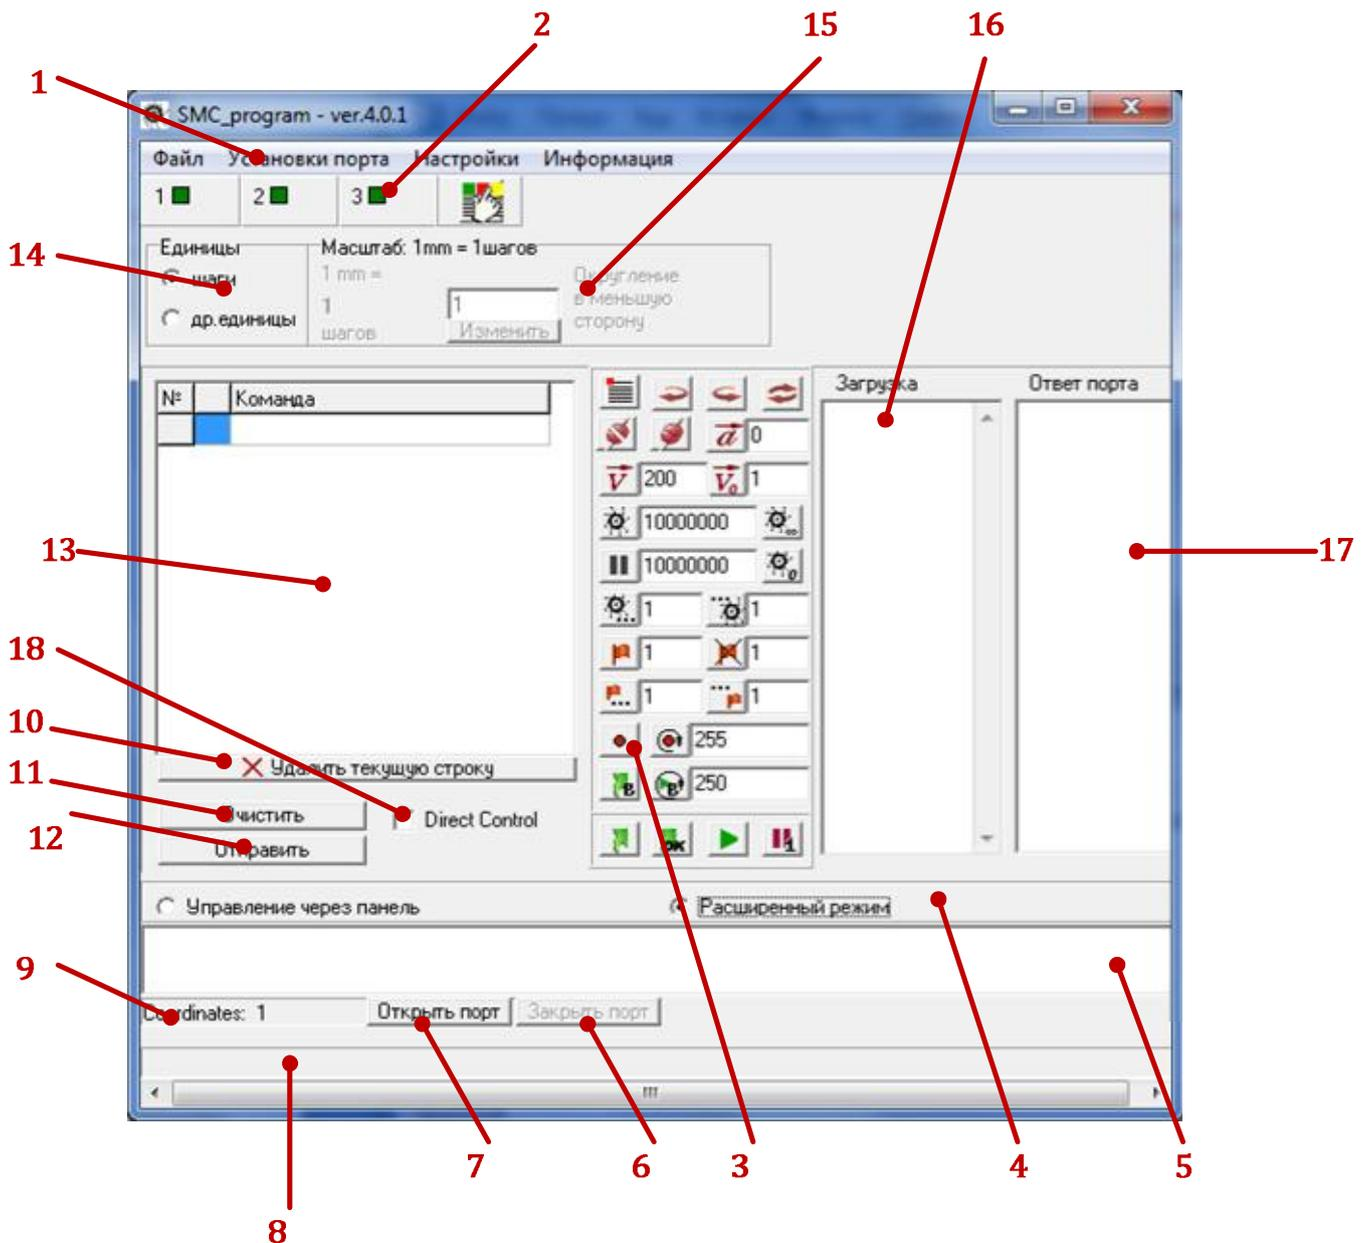
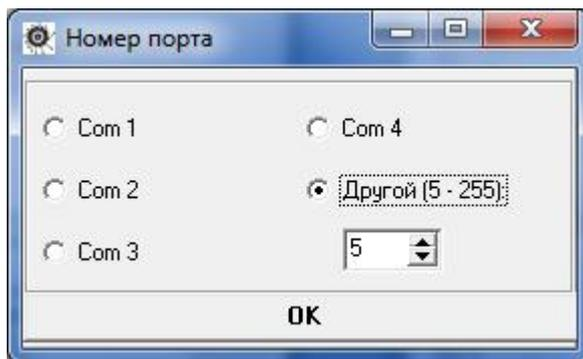
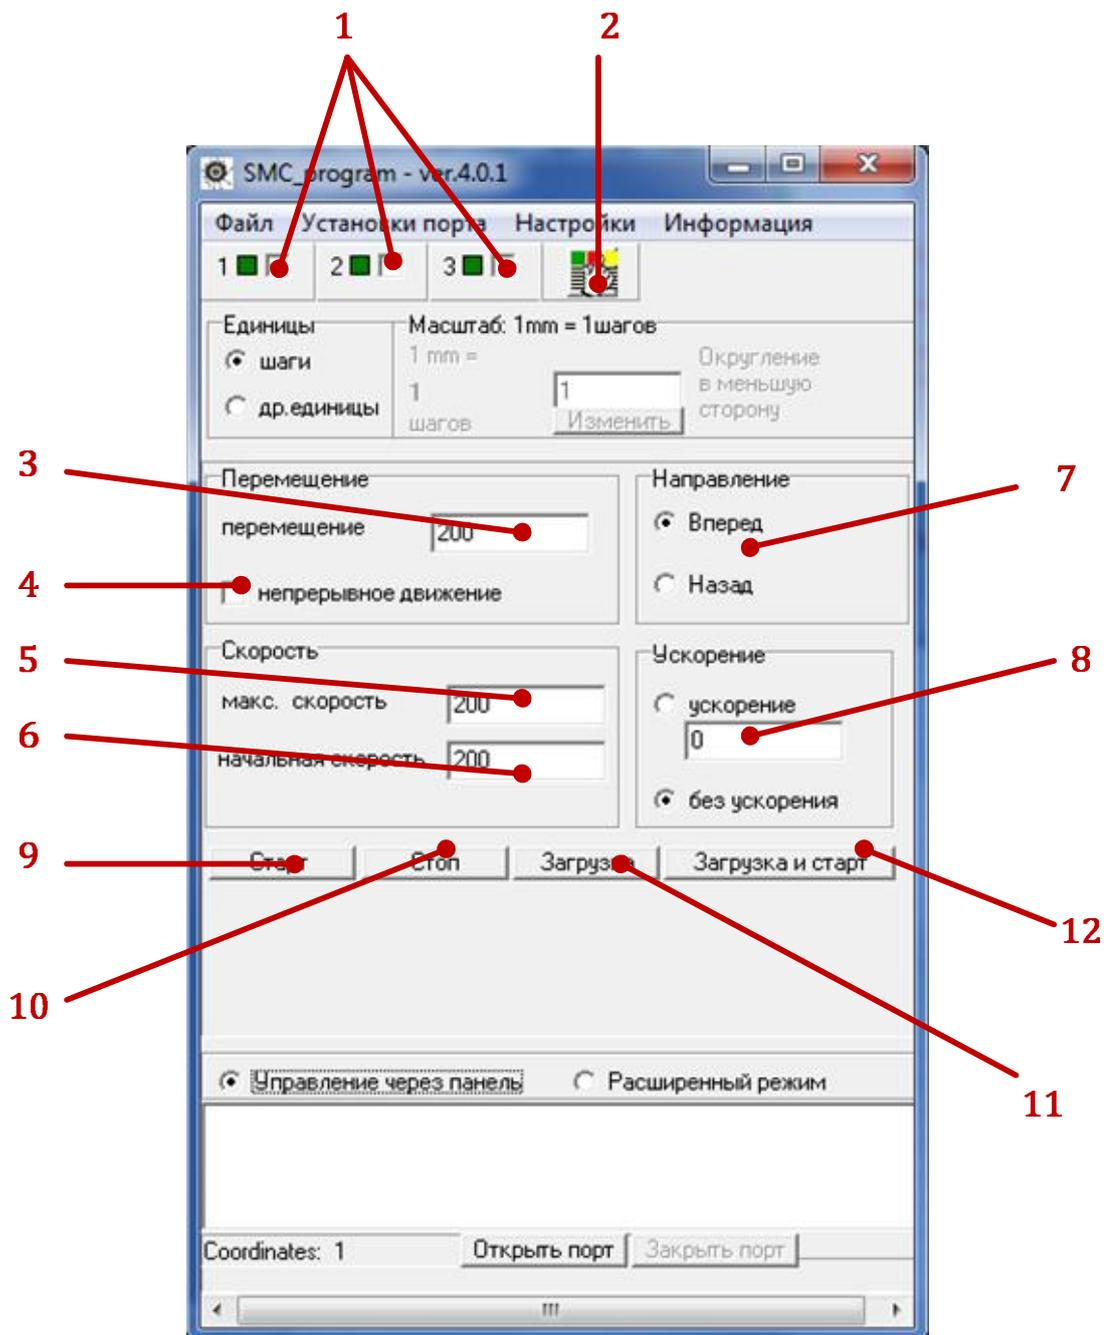

Рис. 1. Окно программы *SMC\_Program v.4.0.1*
Рис. 2. Окно выбора номера порта.
Рис. 4. Окно программы SMC\_Program v.4.0.1 в режиме управления через панель.
Окно программы *SMC\_Program v.4.0.1* показано на рис.1.
Переключатель (4) осуществляет переключение между режимом управления через панель (упрощенный режим управления) и расширенным режимом (программа на рис.1 находится в расширенном режиме).
Необходимо выставить номер СОМ-порта, к которому подключен контроллер. Для этого выберите в меню (п.1 на рис.1) пункт «Установки порта» >>> «Выбрать порт». В появившемся окошке необходимо выбрать нужный порт. (Рис.2).
Панель индикаторов режимов (2 – на рис.1) отображает, в каком из режимов находятся каналы контроллера. При работе блоков серии *SMSD* используется только 1 канал. Каждый из каналов может находиться в одном из следующих режимов:
- **Дежурный режим.** Цветовой индикатор на панели индикаторов режимов (2 – на рис. 1) зеленого цвета. Канал контроллера или блока серии *SMSD* находится в режиме ожидания.
- **Режим загрузки программы.** Цветовой индикатор на панели индикаторов режимов (2 – на рис.1) желтого цвета. Блок серии *SMSD* находится в режиме загрузки исполнительной программы.
- **Режим выполнения программы.** Цветовой индикатор на панели индикаторов режимов (2 – на рис.1) красного цвета. Канал контроллера обрабатывает записанную в его память исполнительную программу.
- **Режим паузы/ Аварийный режим.** Цветовой индикатор на панели индикаторов режимов (2 – на рис.1) черного цвета. Выполнение исполнительной программы приостановлено – по команде от ПК, либо от датчика.
В режиме управления через панель (перейти в этот режим можно при помощи переключателя 4 – рис.1, подробнее в разделе 5) на панели индикаторов режимов необходимо выбирать каким каналам контроллера будут передаваться последующие команды. Для блока серии *SMSD* следует выбрать первый канал и отключить каналы 2 и 3. В режиме управления через панель это могут быть команды «Пуск», «Стоп», «Старт» и «Загрузка». Команды «Пуск», «Старт» и «Загрузка» выполняются из дежурного режима. Команда «Стоп» выполняется из режима работы канала. Все четыре команды выполняются только для тех каналов, которые отмечены флажками на панели индикаторов.
Режим управления через панель предназначен для упрощенного быстрого управления шаговыми двигателями, подключенными к контроллеру. Окно программы *SMC\_Program v.4.0.1* в режиме управления через панель показано на рис.4. Перейти в режим управления через панель можно при помощи переключателя 4 – рис.1.
В режиме управления через панель можно выбирать, какому (каким) из трех каналов будут предназначены команды. Для блоков серии *SMSD* необходимо выбирать только канал 1, каналы 2 и 3 должны быть выключены (сняты галочки). Для выбора каналов на панели индикаторов режимов необходимо отметить флажками номера необходимых каналов (п.1 на рис.2.). Номера отмеченных каналов (координат) дублируются в полосе состояния в нижней части окна программы (п.9 на рис.1).
Кнопка «Загрузка» (11) предназначена для загрузки данных из панели управления в каналы контроллера, отмеченные флажками на панели индикаторов режимов (1 на рис.4). По нажатию кнопки «Загрузка» формируется программа на основе данных панели и загружается в память контроллера. Программа перезаписывается в канал (каналы), предыдущая программа стирается из памяти. Запуск двигателя (двигателей) при этом не происходит.
Кнопка «Старт» (9) запускает на исполнение программу, которая записана в памяти канала (каналов), отмеченных флажками на панели индикаторов режимов (1 на рис.4). При этом данные панели управления (3 – 8) не используются.
Перейти в расширенный режим управления можно при помощи переключателя (4)(рис.1). Окно программы *SMC\_Program v.4.0.1* в ручном режиме управления показано на рис.1.
|    | LD*BG*EN* | Начать загрузку программы в каналПереводит канал в режим загрузки программы. Команда работает только из дежурного режима, после отправки этой команды канал переходит в режим загрузки, цветовой индикатор канала на панели индикаторов режимов (2 на рис.1) становится желтого цвета. Все команды, следующие за командой «Начать загрузку» воспринимаются как исполнительные и записываются в память соответствующего канала контроллера. Окончание записи исполняющей программы происходит при получении команды «Завершить загрузку» (ED*). Без получения команды «Завершить загрузку» запись программы отменяется. |  |
Для облегчения работы мы ввели возможность вводить коэффициент перевода количества шагов двигателя в линейное перемещение. На рис.1 п.15 – переключатель определяет, будут ли в командах «скорость», «начальная скорость», «ускорение», «перемещение на заданную величину» указываться в шагах (микрошагах) или в других единицах измерения. Если отмечен переключатель «Шаги» (рис.1 п.15), то все команды передаются без изменений, двигатель обрабатывает нужное количество шагов (микрошагов), скорости указываются в шагах в секунду, ускорение – в шагах в секунду за секунду.
Пример 1: на рис.4 отмечен переключатель «Шаги». Если нажать кнопку «Пуск» (рис.4), двигатель обрабатывает 200 шагов (микрошагов) со скоростью 200 шагов в секунду.